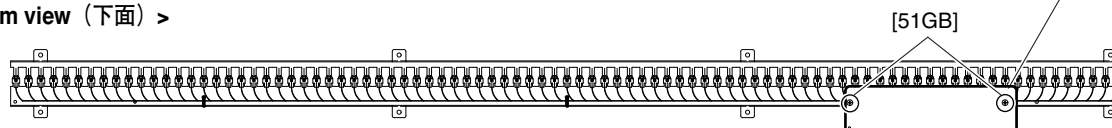

Fig. 25 (図 25)
26-7-2. Remove the adhesive tape. (Fig. 25)
26-7-3. Remove the two (2) screws marked [51GB]. The KEY SENSOR circuit board can then be removed from the key sensor unit. (Fig. 25)
26-7-2. アセテートクロス粘着を外します。(図 25)
26-7-3. [51GB] のネジ 2 本を外して、キーセンサーユニットより KEY SENSOR シートを外します。(図 25)